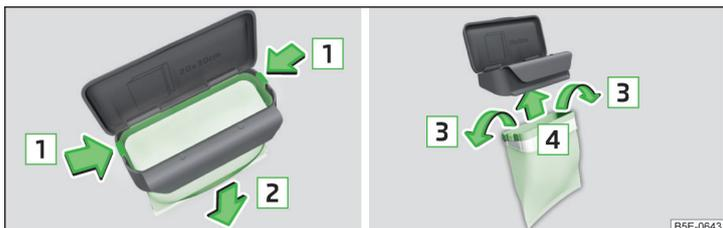

Fig. 83 Sustituir bolsa
- › Presionar ambos ganchos de retención en el marco en el sentido de la flecha **1** » fig. 83.